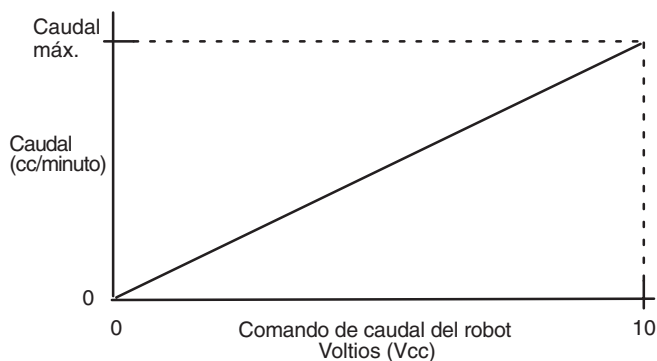

Fig. 15
3. Calcula una relación lineal entre el voltaje de entrada analógico del robot y el caudal deseado. Consulte la Fig. 15.